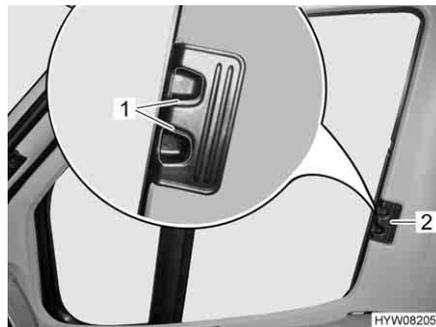

Bild 92 Faltdunkelung für Fahrer-/ Beifahrerfenster
- Entriegelungsgriffe (Bild 92,1) zusammendrücken und gedrückt halten.
- Die Faltdunkelungen für das Fahrerfenster und das Beifahrerfenster am Griff (Bild 92,2) zur anderen Fensterseite ziehen und an den Magnetstreifen aneinanderfügen.
- Die Faltdunkelungen für das Fahrerfenster und das Beifahrerfenster am Griff (Bild 92,2) bis zum Anschlag einschieben.
- Entriegelungsgriffe (Bild 92,1) loslassen und einrasten lassen.